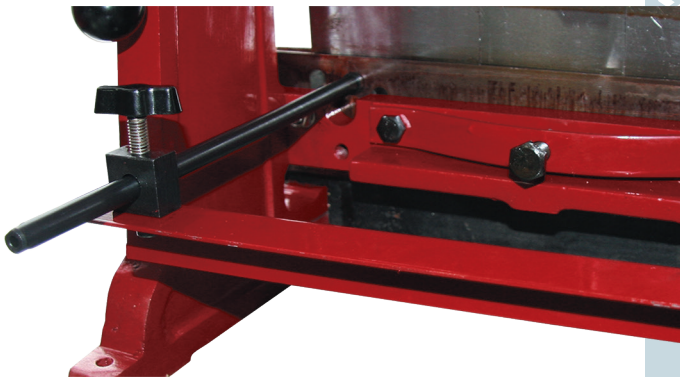

Рисунок 6 – Установка ограничителя
7. Если производите многократные загибы или обрабатываете заготовку большой длины, установите направляющие штанги и планку в положение ограничителя, как показано на рис. 6.